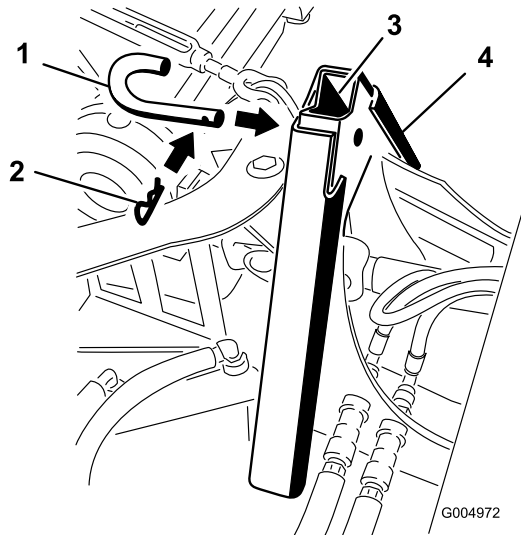

Figura 71
- Acople los adaptadores con el pasador de acoplamiento y la chaveta según se indica en Figura 71.